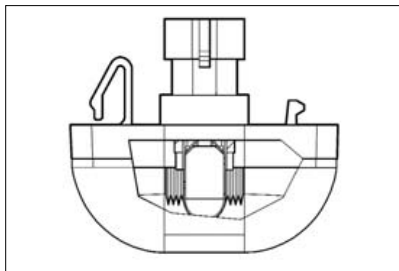

**Рис. 60. Фонарь освещения
Для замены лампы в фонаре освещения 1 (рис. 60) номерного знака откройте крышку багажника для доступа к патрону лампы фонаря через отверстия во внутренней панели крышки багажника. Повернув патрон с лампой 3 против часовой стрелки (не отсоединяя колодку жгута проводов), выньте его из корпуса фонаря и потяните лампу 2 на себя.
Для замены лампы в фонаре освещения 1 (рис. 60, 60а) номерного знака (автомобиль LADA Priora хэтчбек) снимите обивку двери задка, которая крепится на кнопках,
**Рис. 60а. Фонарь освещения